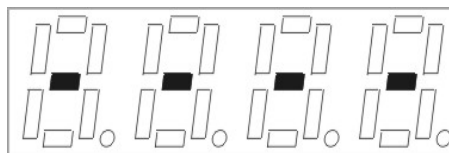

Рисунок 3
- Включить прибор. На экране появятся горизонтальные штрихи (рисунок 3).